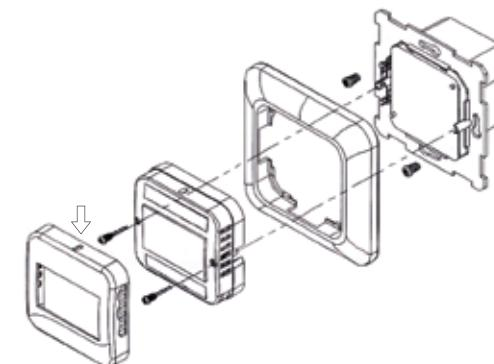

рис.3
1. Аккуратно надавите на защелку (рис.3) в центре верхней грани передней панели и снимите переднюю панель;